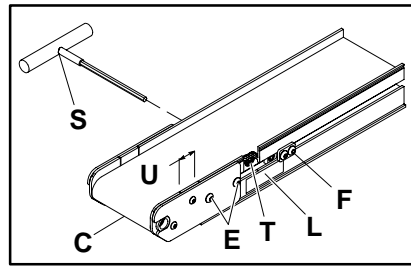
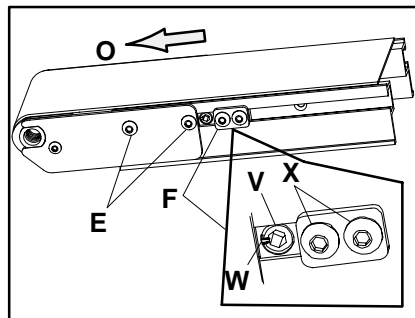

Figure 11
Figure 12
Localisez l'extrémité de tension de la bande (C de la figure 11) du convoyeur, identifiée par une étiquette (L).
Remettez en contact la came d'ajustement de la position de la bande contre la glissière tout en vous assurant que la rainure en T soit correctement orientée (voir figure 12 à la page 7). Passez à l'information sur le "Contrôle préliminaire d'entraînement de la bande", à la page 6, avant le démarrage du convoyeur.
Contrôlez les deux extrémités du convoyeur pour constater si le déroulement de la bande est correcte. La bande doit se dérouler bien centrée entre les poulies aux deux extrémités du convoyeur. Le déroulement de la bande du convoyeur doit toujours être réglé en premier sur l'extrémité de vidage du convoyeur, comme l'indique la direction de la flèche sur l'épissure de la bande (O de la figure 12). Recontrôlez le déroulement de la bande, de l'autre extrémité du convoyeur, et réglez si nécessaire.
Glissez les deux assemblages de came d'ajustement de la position de la bande (F de la figure 12) aussi près que possible de l'extrémité du convoyeur.
La came d'ajustement de la position de la bande (V de la figure 12) doit être réglée à la position basse au point de contact, suivant l'illustration. La fente (W), dans la came d'ajustement de position de la bande, indique le point bas et doit pointer vers l'extrémité du convoyeur.
Desserrez uniquement les deux vis de la plaque de jonction (E de la figure 12) du côté du convoyeur vers laquelle la bande se déroule.
Pendant que le convoyeur fonctionne, utilisez la clé six-pans de 5 mm (S de la figure 11) pour faire lentement pivoter la came d'ajustement de la position de la bande (V de la figure 12). Faites pivoter la came doucement par paliers, dans l'une ou l'autre direction, afin d'amener la bande à s'écarter du côté du convoyeur, jusqu'à ce que la bande se déroule bien au centre du convoyeur. Faites toujours en sorte que la bande du convoyeur réalise plusieurs tours complets entre les réglages.